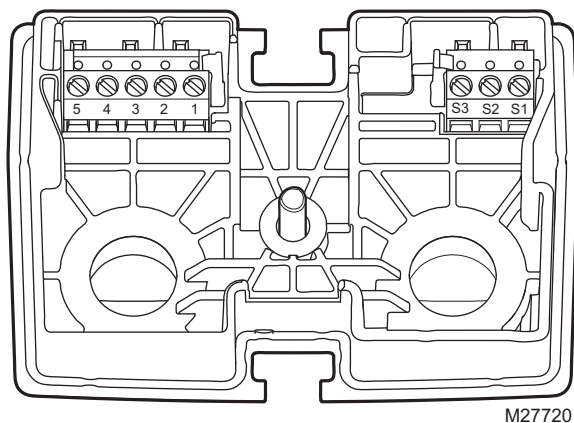
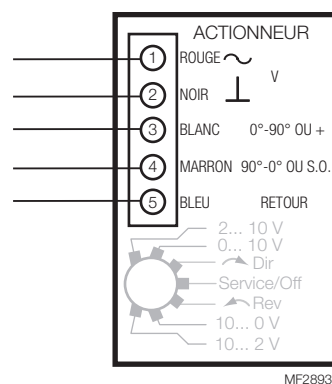

Fig. 9. Détails du bornier.
Fig. 24. Câblage pour commande flottante et modulante (0/2-10 V c.c.), série MS7505W.
6. Brancher correctement les fils sur le(s) bornier(s). (Voir les Fig. 9 et 11.)
Voir les Fig. 9 à 23 pour le câblage typique détaillé des actionneurs sans câbles. Voir les Fig. 24 à 26 pour le câblage des actionneurs avec câbles.
Voir les Fig. 24 à 26 pour le câblage des actionneurs avec câbles. Voir les Fig. 9 à 23 pour le câblage typique détaillé des actionneurs sans câbles.